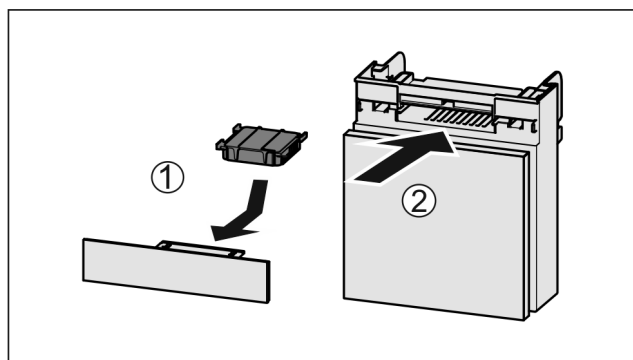

Fig. 170
- Filtr s aktivním uhlím vložte podle vyobrazení Fig. 170 (1).
- Zásuvku zasuňte Fig. 170 (2).